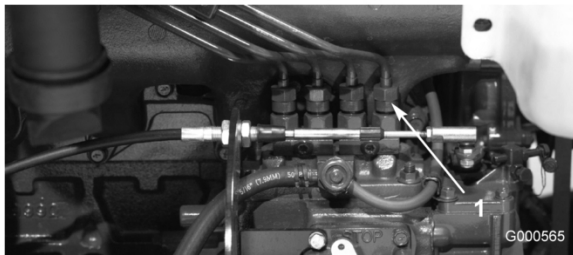

Figura 40
1. Afloje la conexión entre el tubo y el conjunto de la boquilla y soporte del inyector N° 1 en la bomba de inyección (Figura 40).